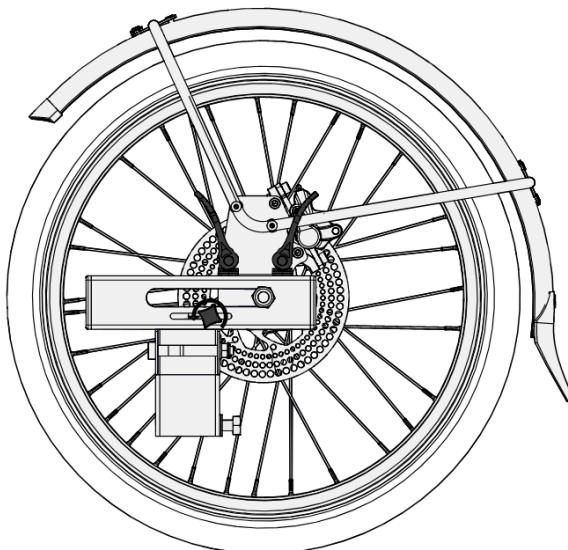

Figure 56 - Position des leviers excentriques desserrés avec la molette de verrouillage
- Levez les deux leviers excentriques sur chaque support de roues et desserrez la molette de verrouillage (Cf. figure 56) ;